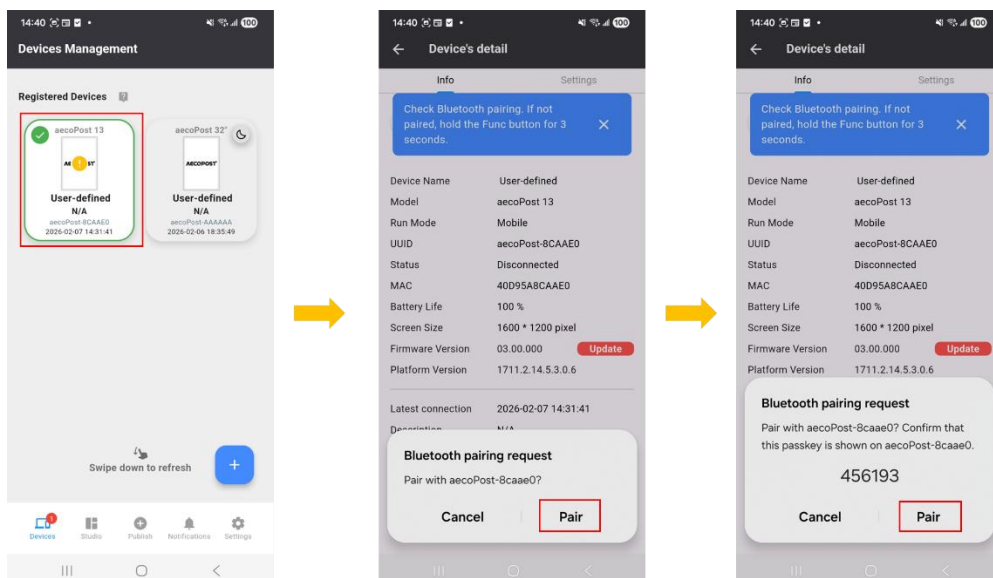

Figure 3-3: AecoPost 연결 방법
3. 페어링이 완료되면 디바이스가 연결되어 바로 사용할 수 있습니다. (Figure 3-3)